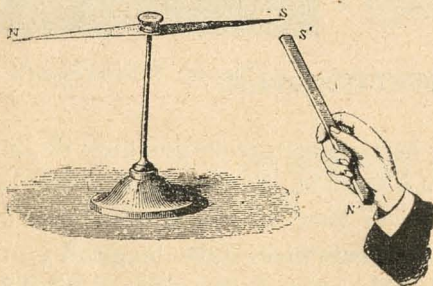

Fig. 192.—Naturaleza diferente de los polos.
**4. Atracción y repulsión magnética.**—Sean N y N', S y S' (fig. 192), los polos de mismo nombre de dos agujas imantadas.